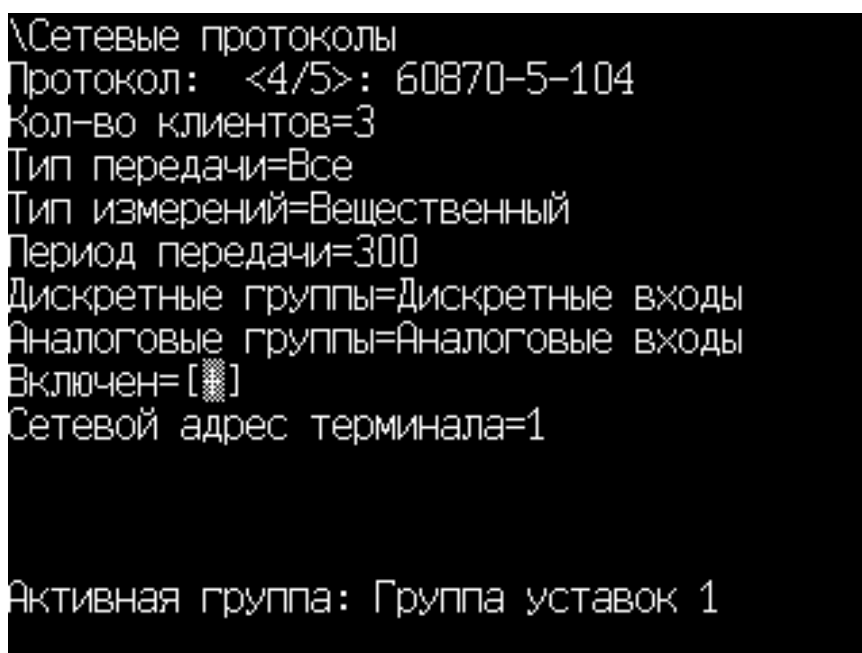

Рисунок 20 – Пункт **Сетевые протоколы**
5.2.1.1 В меню терминала выбрать пункт меню **Параметры**¹⁾ → **Системные параметры** → **Параметры связи** → **Сетевые параметры** → **Сетевые протоколы** (см. рисунок 20).